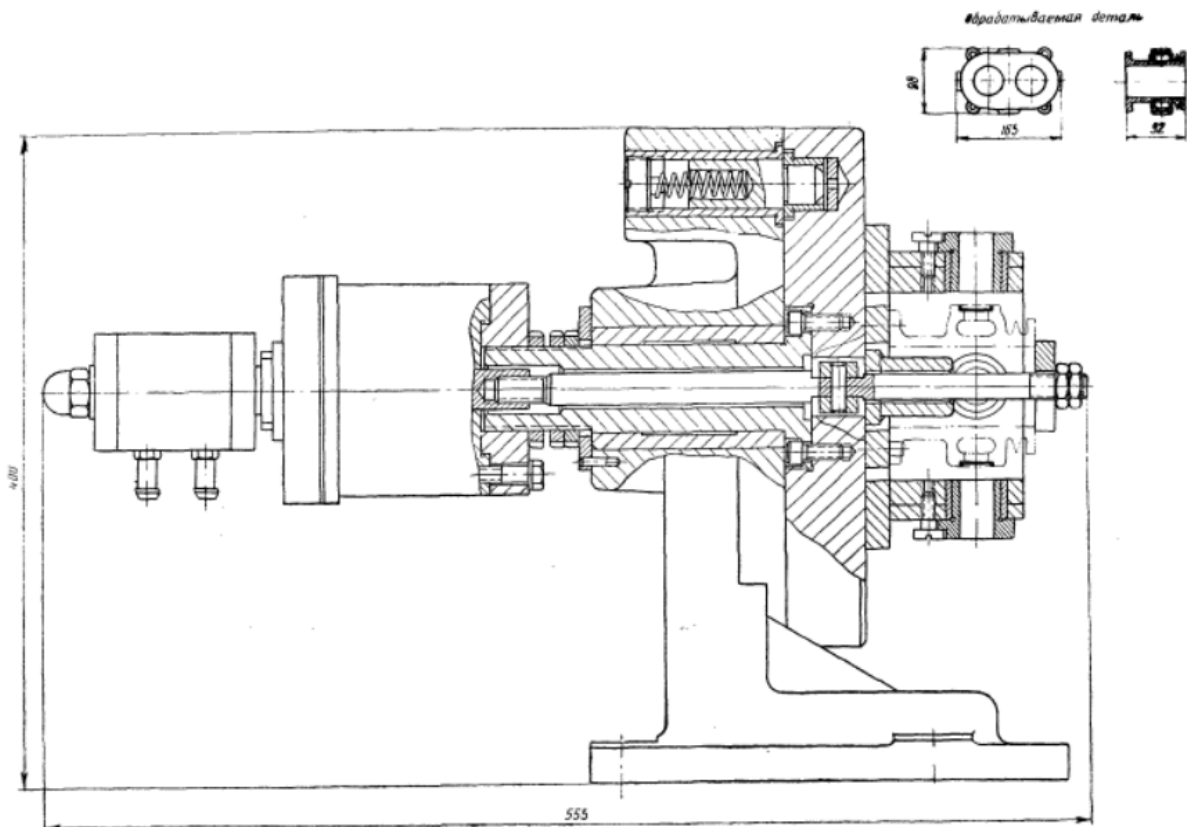

Рис. 23
6. Составьте описание конструкции и принципа действия приспособления по рис. 23.